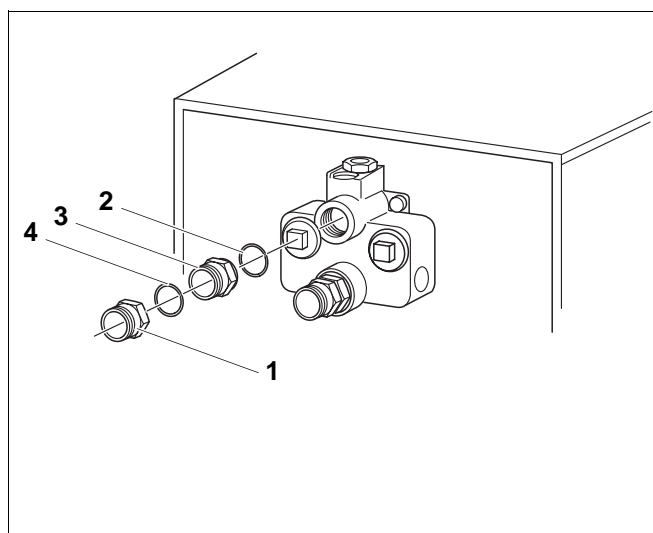

Abb. 11 Prinzipabb. zeigt Logano G215
- Reduziernippel (Abb. 11, Pos. 3) mit eingelegetem O-Ring (Abb. 11, Pos. 2) in den Vor- und Rücklauf des Kessels schrauben (Abb. 11).
- Flachdichtung (Abb. 11, Pos. 4) in die Überwurfmutter des Einlegeteils (Abb. 11, Pos. 1) legen.
- Einlegeteil am Reduziernippel anschrauben (Abb. 11).